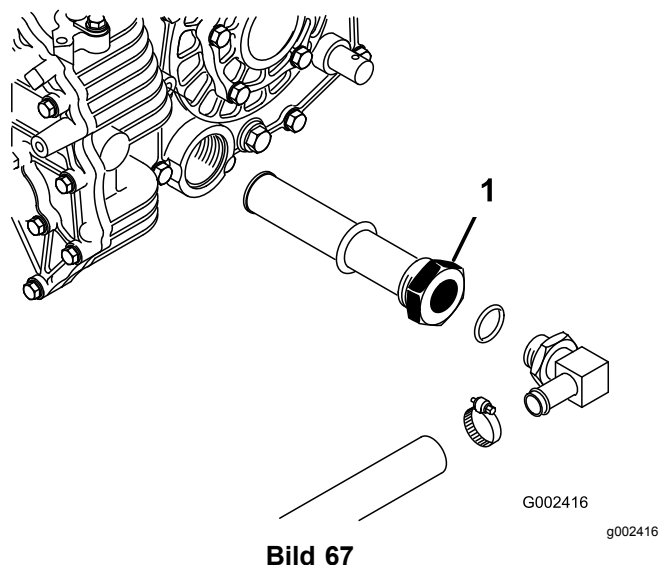

Bild 67
3. Achten Sie auf die Ausrichtung des Hydraulikschlauches und des 90°-Anschlussstückes, das an der Seite des Behälters befestigt ist (Bild 67).